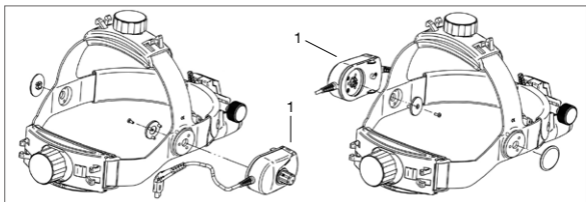
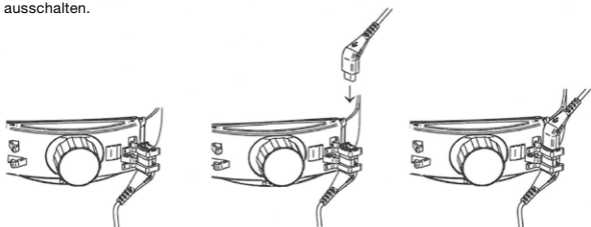

Abb. 3 Montage des Kopfbandreglers
Abb. 4
Sie können den Kopfbandregler (1) auf der linken oder rechten Seite des Kopfbandes montieren (s. Abb. 3). Mit dem Kopfbandregler (1) können Sie dann stufenlos die Helligkeit regeln.
Für den Betrieb der ML4 LED mit dem mPack oder EN50 verbinden Sie das kurze Kabel des Helligkeitsreglers mit dem Verbindungskabel mPack UNPLUGGED/Cinch und befestigen Sie dieses an der hinteren Segmentabdeckung des Kopfbandes (s. Abb. 4). Schließen Sie das Instrument an der Cinch-Buchse des mPack oder EN50 an. Mit dem Regler (1) (Abb. 3) können Sie die Helligkeit einstellen bzw. das Gerät ein- und ausschalten.